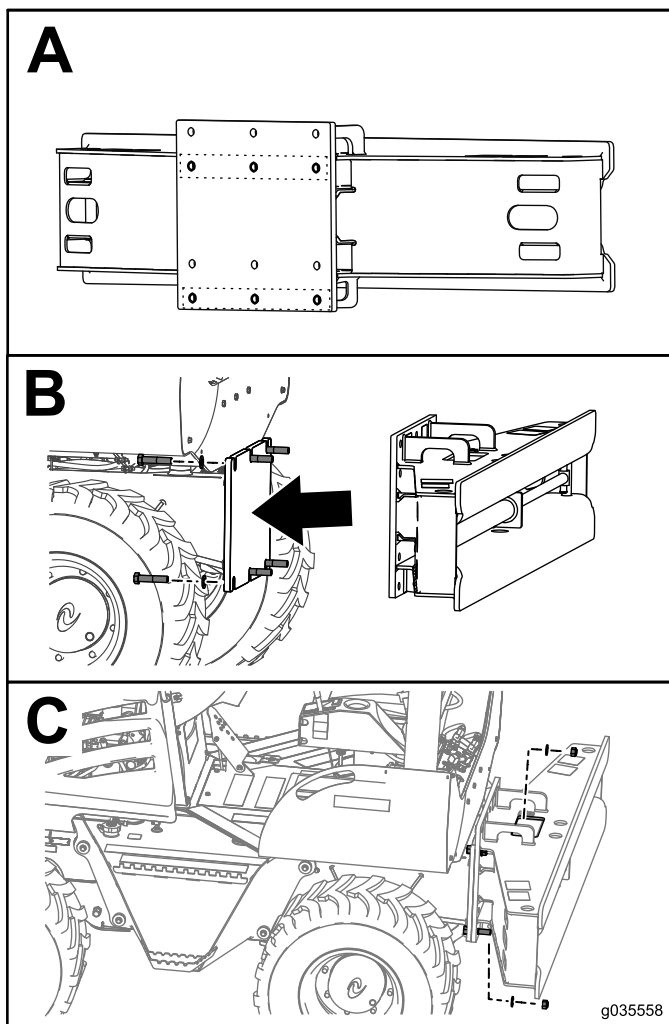

Рисунок 1
2. Найдите два ряда отверстий в монтажной плите, предназначенной для крепления навесного оборудования к машине (вид А на Рисунок 1).
3. Прикрепите раму скользящего механизма смещения к машине при помощи 6 болтов (3/4 x 3-1/2 дюйма), 12 шайб и 6 контргайек, как показано на виде В и С на Рисунок 1.